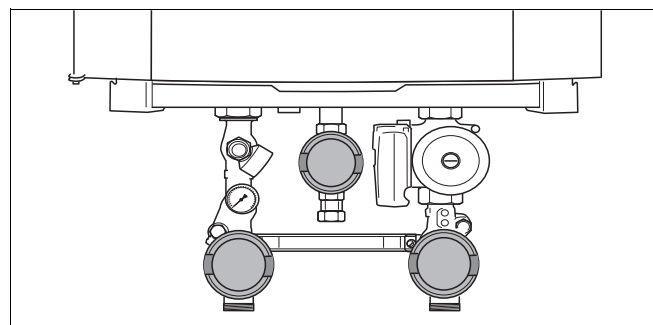

Рис. 96 Закройте кран подачи газа (здесь: положение "закрыто")
- Закрывать кран подачи газа (рис. 96).
- Закрывать сервисные краны (рис. 96).